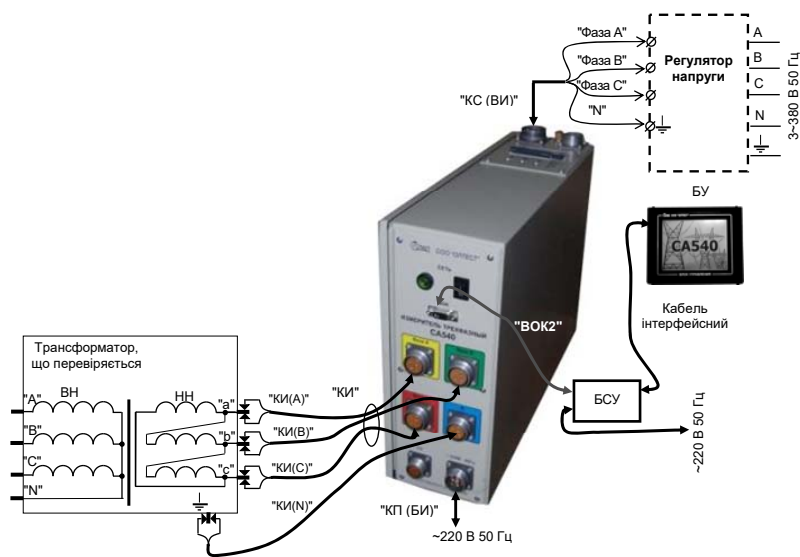
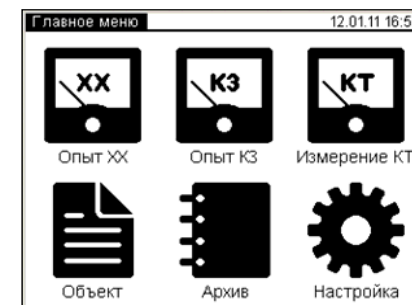

Рисунок 6.49
Рисунок 6.51
3) Перейти у вікно "Главное меню", для чого натиснути в будь-якому місці екрану БУ (рисунок 6.49). На екрані з'явиться вікно "Главное меню" (рисунок 6.51)